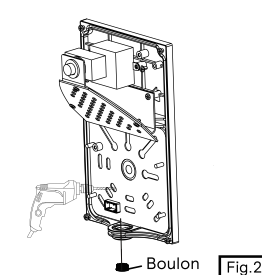

Fig.2
2. Le luminaire doit être traité en respectant le trou de montage correspondant dans la boîte de jonction (Fig. 2)